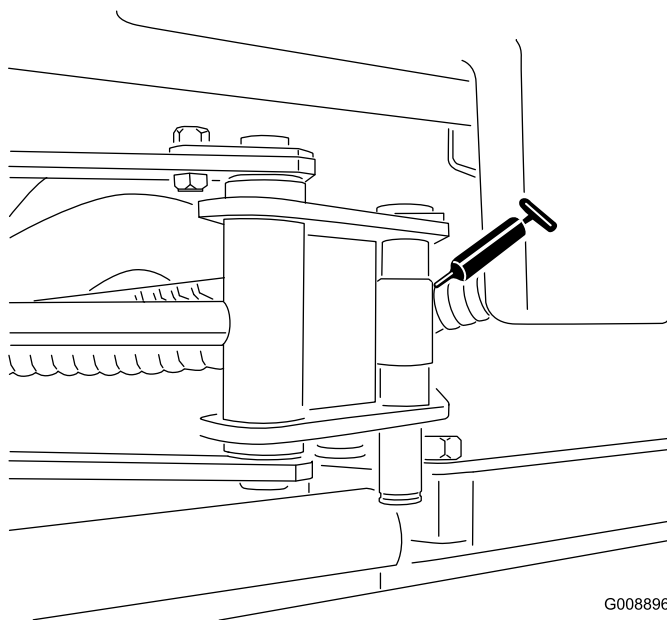

Figura 46
- Estremità del cilindro SideWinder (2; solo modello 03206) (Figura 46)